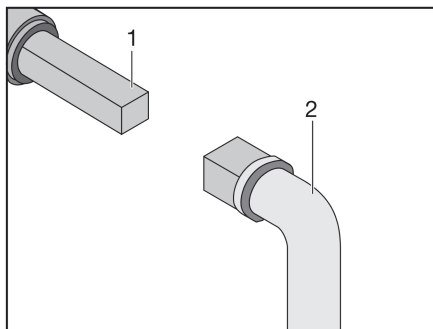

Fig. 232 Utilisation du robinet d'évacuation des eaux usées
- Insérer la clé (Fig. 232,2) sur la vis à quatre pans (Fig. 232,1).